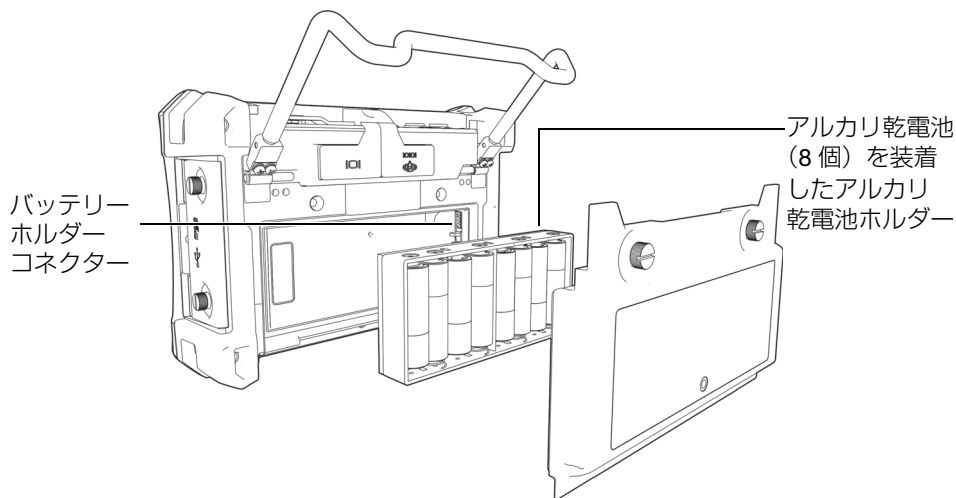

図 1-12 アルカリ乾電池ホルダー
6. アルカリ乾電池ホルダーをバッテリー収納部内に置きます (28 ページ図 1-12 参照)。